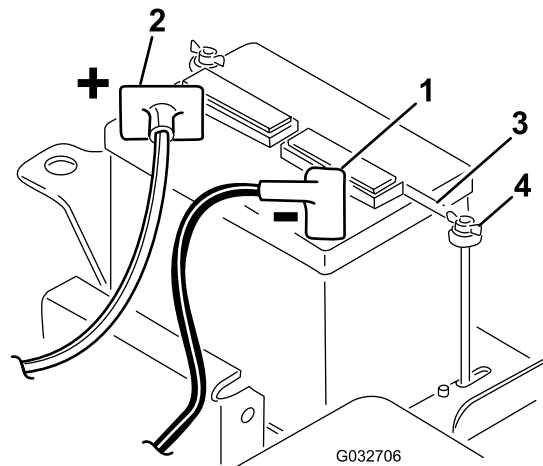

Figura 5
2. Conecte el cable positivo (rojo) de la batería desde el solenoide del motor de arranque al borne positivo (+) de la batería (Figura 5). Sujételo con un perno de cuello cuadrado y una tuerca. Asegúrese de que el cable no toca el asiento, cuando éste está en la posición más hacia atrás, puesto que esto podría desgastar o dañar el cable.
5. Instale la abrazadera de la batería y las arandelas y fije todo con las tuercas de orejeta (Figura 5).